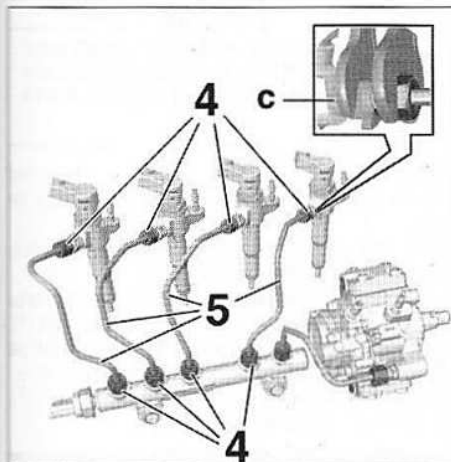

FIG.46
- Dévisser les raccords (4) (Fig.46).